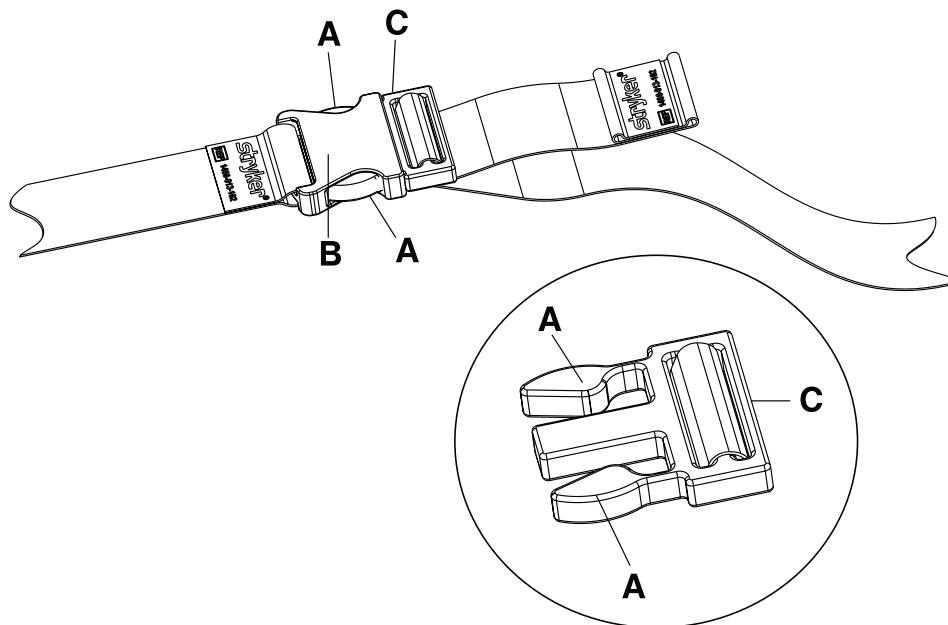
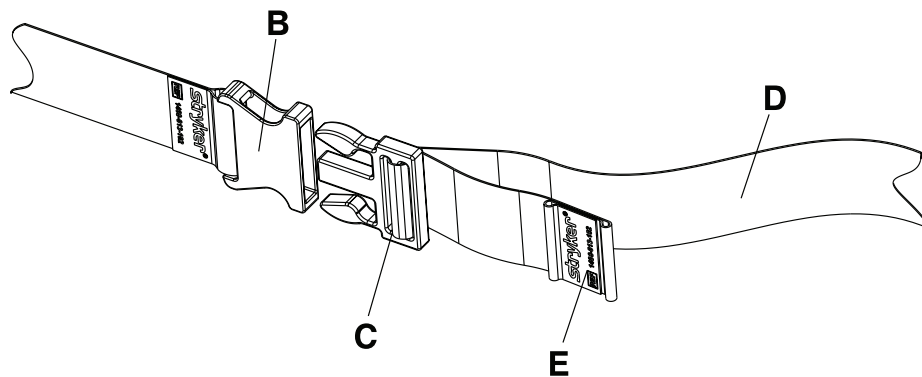

Figura 5-16: Abrir o cinto ventral
Figura 5-17: Fechar o cinto ventral
- Para abrir o cinto ventral (Figura 5-16 na página 5-30):**
- Segure e aperte as patilhas (A) no fecho da fivela.
- Puxe o encaixe da fivela (B) e o fecho da fivela (C) para separá-los.
- Para fechar o cinto ventral (Figura 5-17 na página 5-31):**
- Empurre o fecho da fivela (C) para dentro do encaixe da fivela (B) até ouvir um estalido.
- Com uma mão, agarre o fecho da fivela (C) (Figura 5-16 na página 5-30).
- Com a outra mão, agarre na correia (D) (Figura 5-17 na página 5-31).
- Puxe a correia para fora através do fecho da fivela (C) até ter obtido o comprimento desejado.
- Com uma mão, agarre o encaixe da fivela (B) (Figura 5-16 na página 5-30).
- Com a outra mão, agarre na extremidade com bainha da correia (E) (Figura 5-17 na página 5-31).
- Puxe a correia através do fecho da fivela (C) até ter obtido o comprimento desejado.
- Certifique-se de que o fecho da fivela (C) está bem fechado. Não deixe qualquer parte de correia extra ficar pendurada ou enredar-se nas rodas.